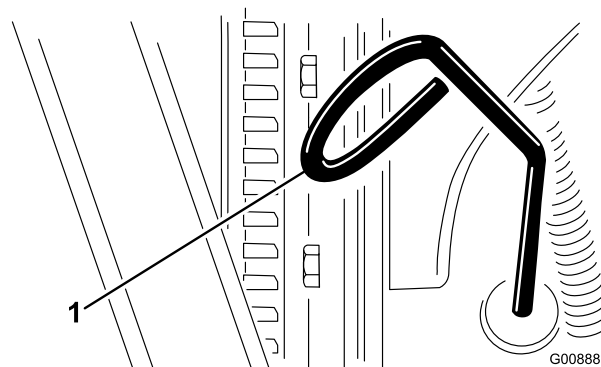

Figure 32
2. Retirez la jauge (Figure 32) et essuyez-la sur un chiffon propre.